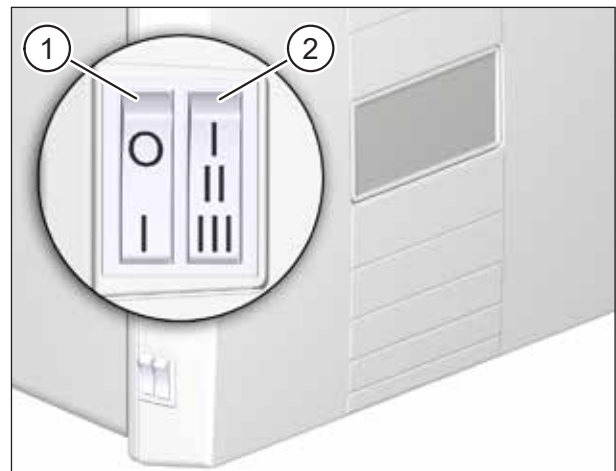

Abb. 10: Bedienungselemente am Lüftungsgerät
Mit dem Stufenschalter (Pos. 2 in Abb. 10) lassen sich vier verschiedene Lüftungsstufen/-programme (siehe auch Kapitel 10 auf Seite 24) einstellen, wobei die maximale Lüftungsstufe über eine Schaltfolge aktivierbar und zeitlich begrenzt ist.
- ▶ Schalten Sie das Lüftungsgerät am Netzschalter (Pos. 1 in Abb. 10 auf Seite 21) ein.
Mit dem Stufenschalter (Pos. 2 in Abb. 10 auf Seite 21) lassen sich vier verschiedene Lüftungsstufen/-programme einstellen, wobei die maximale Lüftungsstufe über eine Schaltfolge aktivierbar und zeitlich begrenzt ist.
Das Lüftungsgerät läuft auf maximaler Lüftungsstufe (97 m³/h). Nach ca. 15 min oder durch Drücken einer anderen Taste bzw. durch erneutes Ausführen der Schaltfolge I-II am Stufenschalter (Pos. 2 in Abb. 10 auf Seite 21) wird die Intensivlüftung beendet und das zuvor eingestellte Lüftungsprogramm wieder aufgenommen.